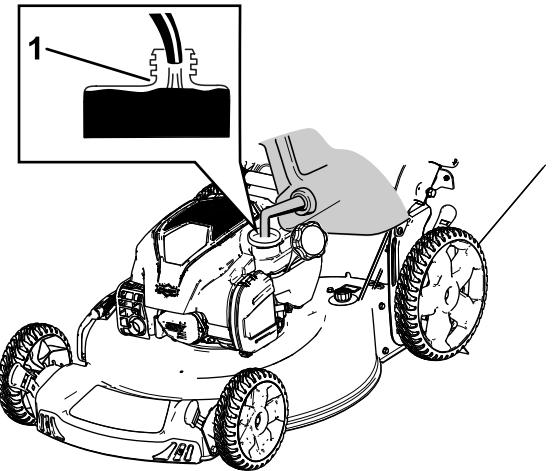

Figura 11
2. Retire a vareta rodando-a no sentido contrário ao dos ponteiros do relógio e puxando-a para fora (Figura 11).
5. Leia o nível de óleo na vareta (Figura 11).